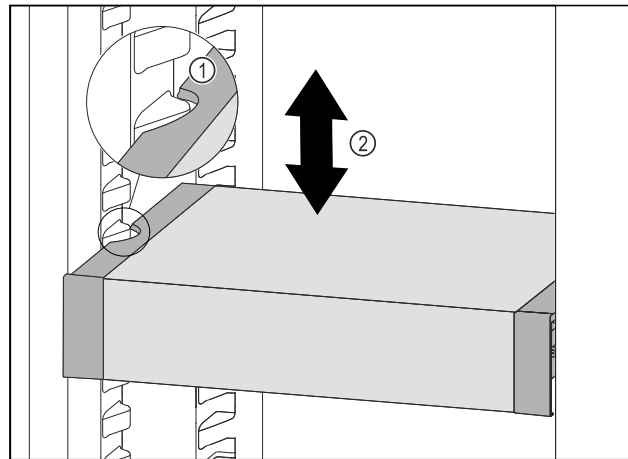

Fig. 209
- VarioSafe vucite prema naprijed sve dok se bočni otvori VarioSafe ladice ne nađu na visini žlijeba spremnika u hladnjaku. Fig. 209 (1)
- Pomičite ladicu VarioSafe u hladnjaku prema gore ili dolje sve dok ne dosegnete željenu visinu. Fig. 209 (2)